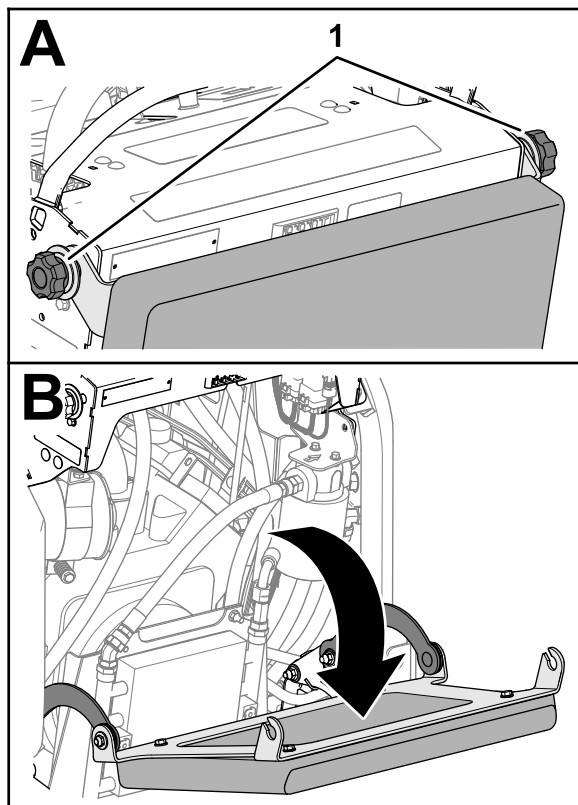

図 67
1. クッションをコントロールタワーに固定している 2 つのノブをゆるめる 図 67。
2. 運転席のクッションを下げる 図 67。